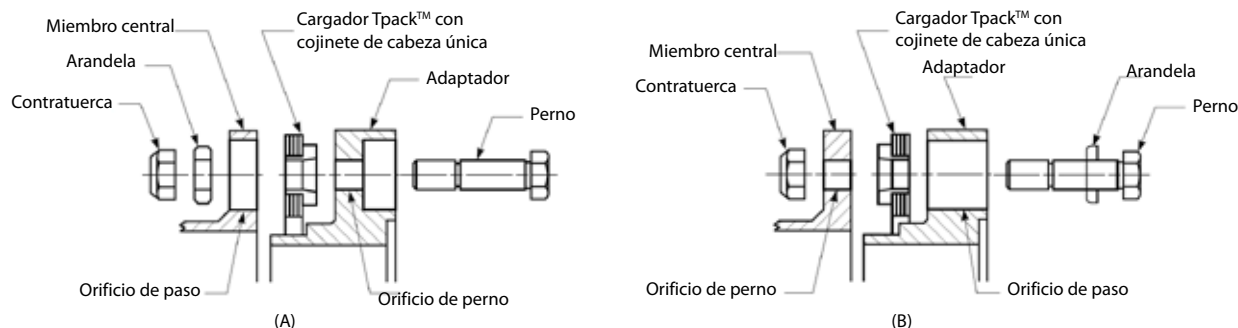

Figura 12 - Cargador Tpack montado en el adaptador
- 10.3. Retire todas las contratueras, los pernos, arandelas y cargadores. Se pueden necesitar llaves especiales. Limpie los dos adaptadores y el miembro central, al retirar todas las mellas y rebabas. Consulte la Figura 12. Reemplace la arandela de presión de choque según sea necesario. Instale primero los nuevos cargadores en los adaptadores.